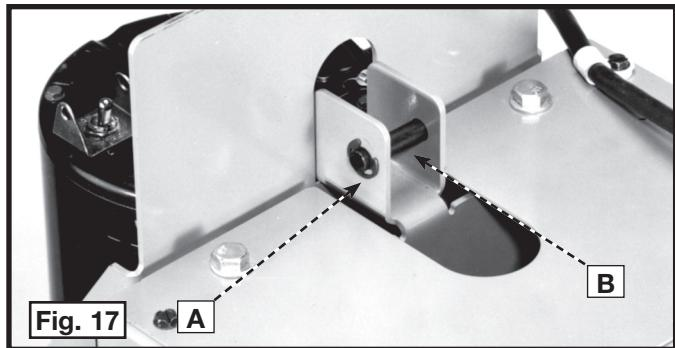

Fig. 17
1. Retire el anillo de retención (A) Fig. 17 y la clavija conectora (B).